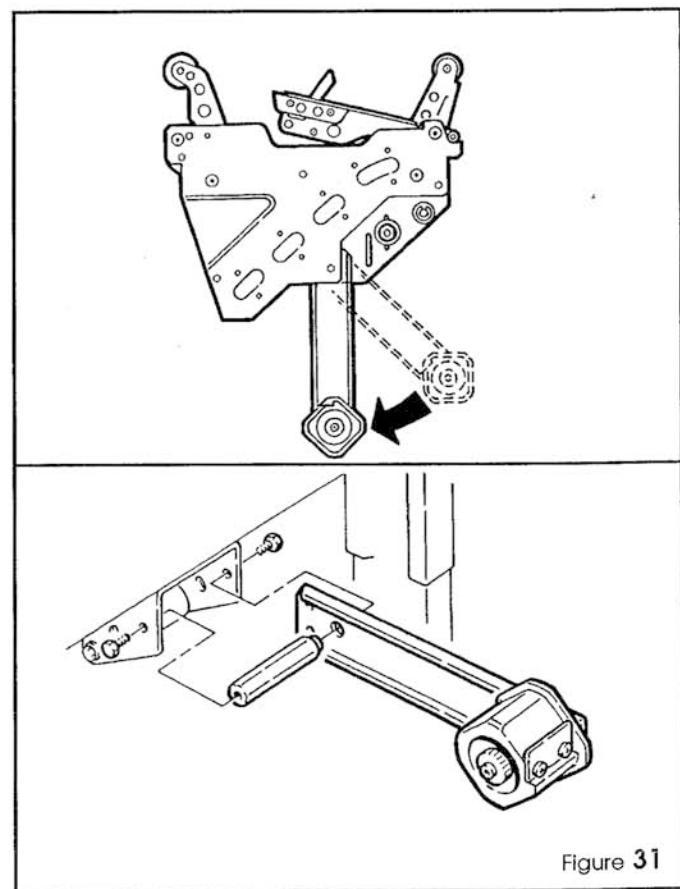

Figure 31
- 4 - Installer et fixer l'assemblage support du tambour du ruban sur la sortie du cadre inférieur, comme indiqué sur la Figure 31.
- 4 - Installeer de plakbanddragende arm met afroltrommel in de uitsparing onder aan het freem en zet het geheel met schroeven vast, zoals getoond in afbeelding 31.